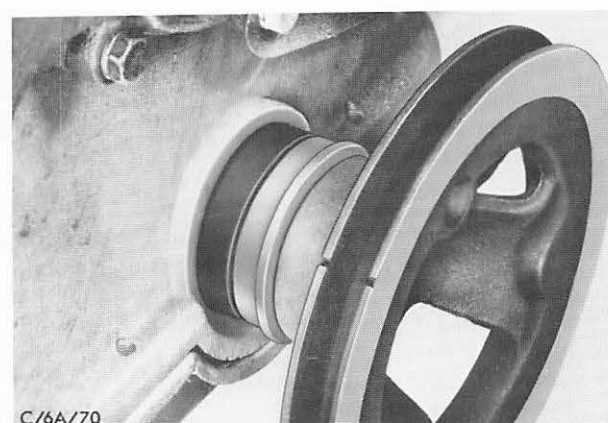

Abb. 295 Radialdichtring mit Spezialwerkzeug G3-6059 und Kurbelwellen-Riemenscheibe montieren
3. Neuen Radialdichtring-Kurbelwelle (Dichtlippe leicht eingeölt) mit Spezialwerkzeug G3-6059 in Verbindung mit der Riemenscheibe und einer 50 mm langen Schraube M10×1 einziehen, Abb. 295.